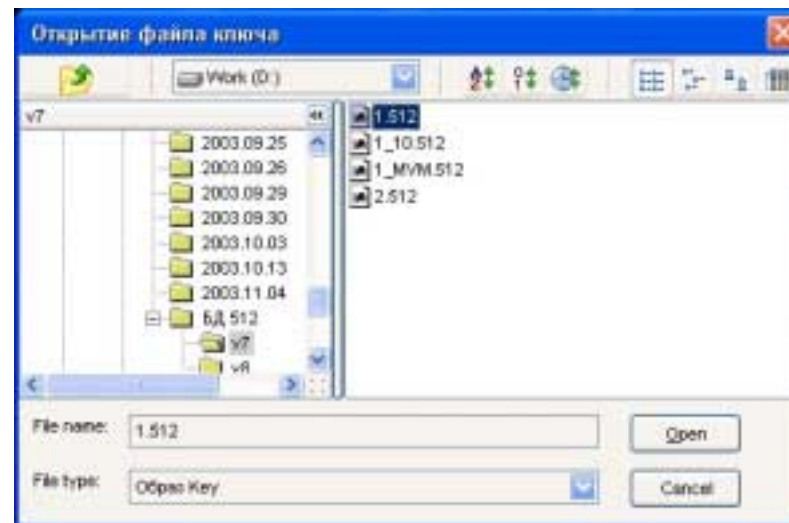

Рисунок 7
3.8 Для анализа и просмотра данных в основном окне программы в выпадающем меню ИСТОЧНИК СЧИТЫВАНИЯ выбрать ФАЙЛ и нажать кнопку СЧИТАТЬ. В появившемся окне выбрать требуемый файл и нажать кнопку OPEN (рисунок 7).